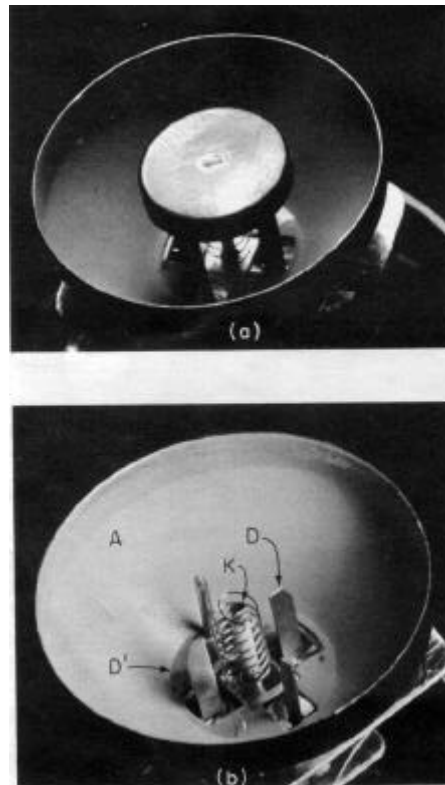

Figura 2 (a): **Tubo electrónico sin la envoltura de vidrio.**
- ① Utilizaremos un tubo electrónico al vacío, del tipo ojo mágico. La figura 2 muestra un esquema del tubo.
Figura 2 (b) : La placa central antes indicada en (a) ha sido removida de sus soportes metálicos revelándose las partes importantes de la estructura del tubo. **K** es el cátodo emisor de electrones. **D** y **D'** son los electrodos deflectores que originan la sombra y **A** es el ánodo sobre el que se ha depositado un material fluorescente.